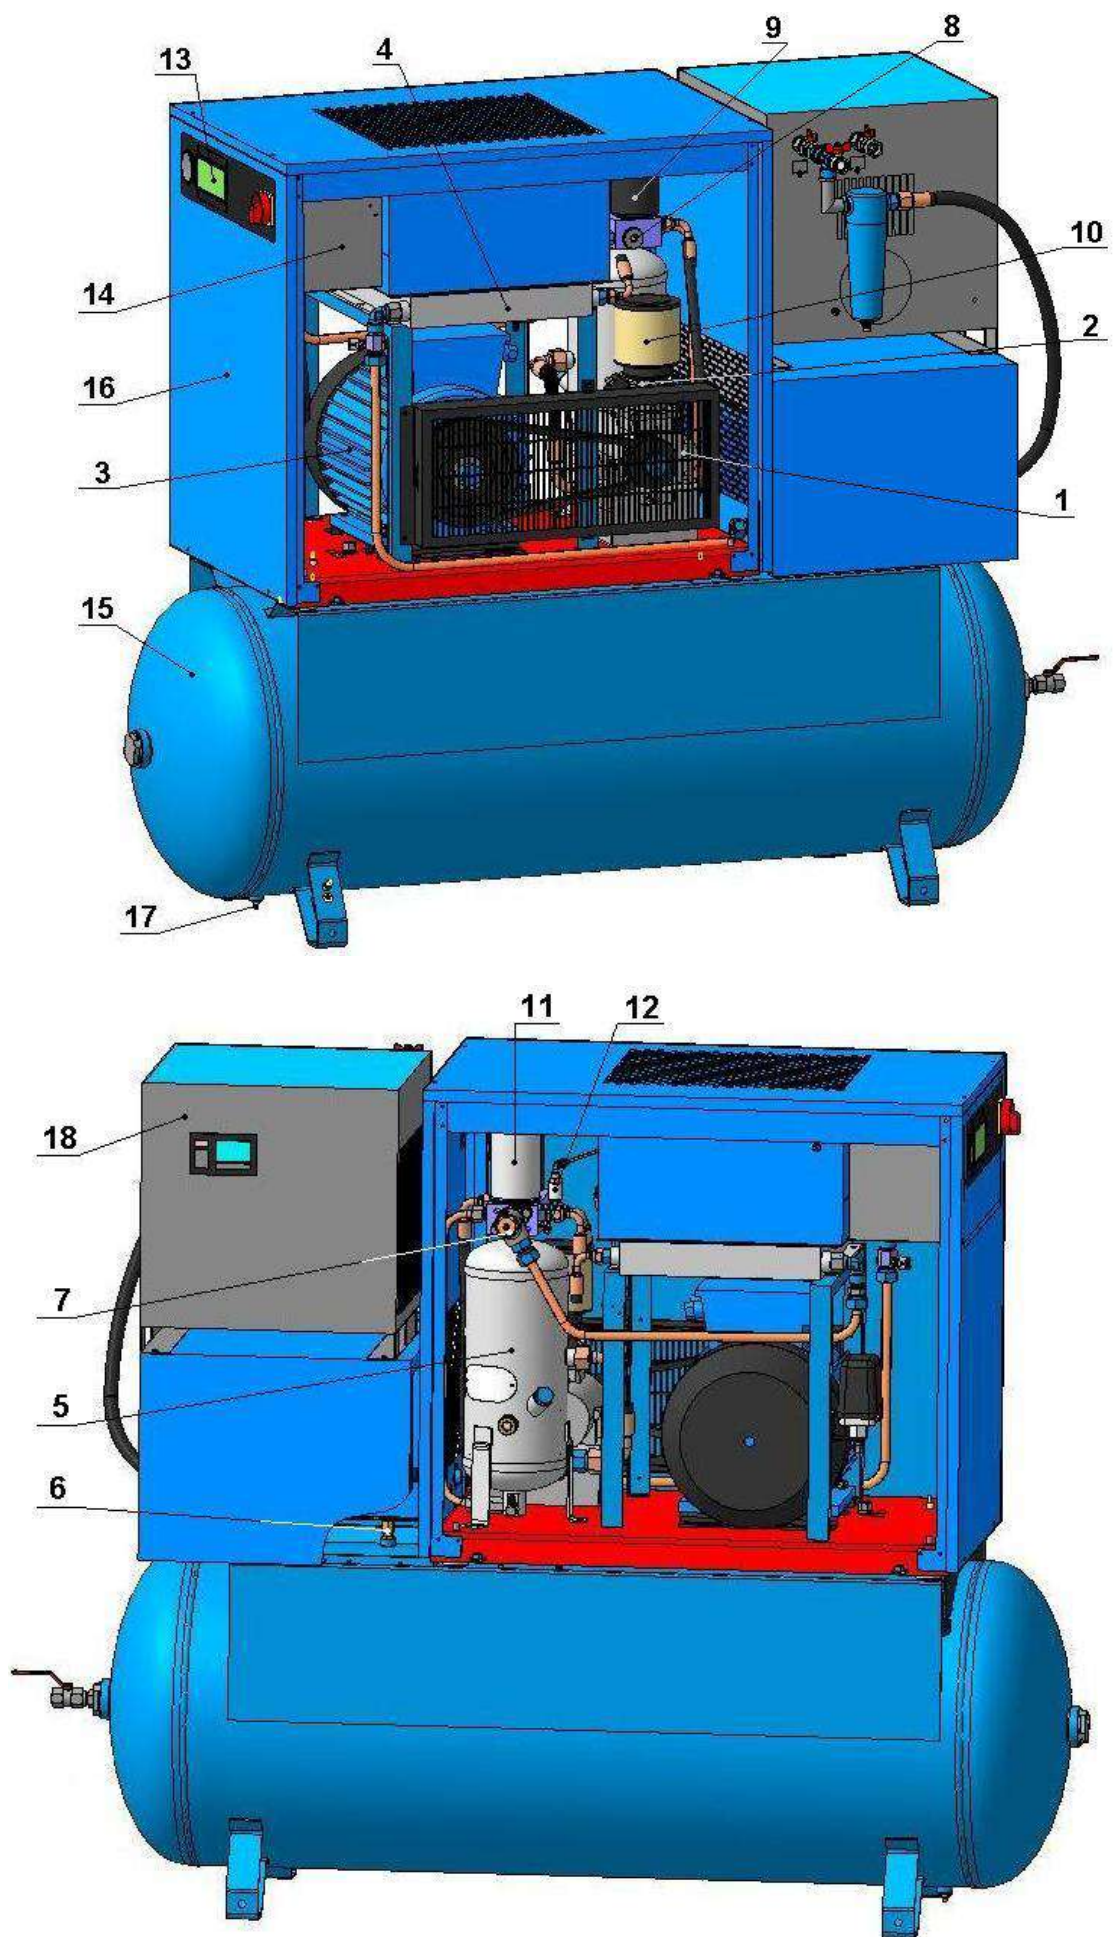

Рисунок 3 – Общий вид компрессорной установки ВК20Е-8(10, 15)-500Д
**18 - Осушитель** (см. рисунок 3) предназначен для отделения влаги, содержащейся в сжатом воздухе.